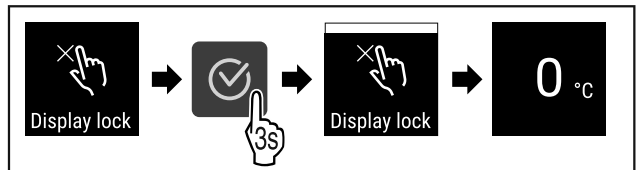

Fig. 96
- ▶ Følg anvisningene (se Fig. 96).